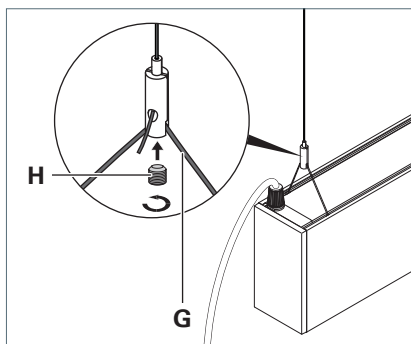

Fig. 16: Fissaggio dell'apparecchio al fermacavo.
- Portare il cavo metallico **G** dell'apparecchio nel fermacavo, vedi Fig. 16.